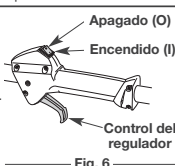

Fig. 6
- NOTA:** No hay necesidad de encender la unidad. El Control de Encendido y Apagado está en la posición **Encendido (I)**, en todo momento (Fig. 6).
- NOTA:** No hay necesidad de arrancar la unidad. El control de Encendido/Apagado está en la posición **ENCENDIDO (I)** en todo momento (Fig. 6).
2. Oprima y mantenga oprimido el control de encendido y apagado en la posición de **APAGADO (O)** hasta que el motor se detenga por completo (Fig. 6).